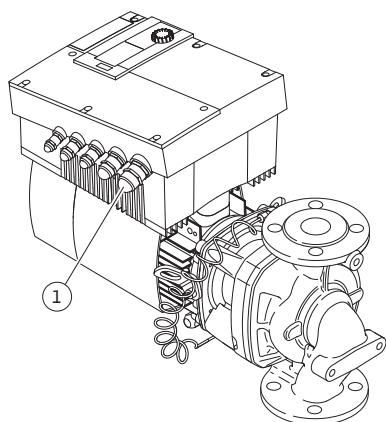

Fig. 30: Dławik przewodu M25
- Przewód przyłączeniowy sieciowy należy przeprowadzić przez dławik przewodu M25 (Fig. 30, poz. 1).